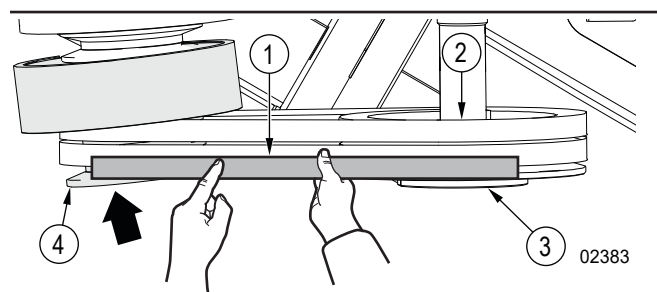

Fig. 41 – Aligner l'embrayage du moteur
- Si le bord du volant de l'embrayage du moteur n'est pas parallèle (est en biais) à la règle, alignez l'embrayage du moteur. Consultez la Figure 41 à la page 55. Pour obtenir des instructions, consultez *Aligner l'embrayage du moteur* à la page 60.